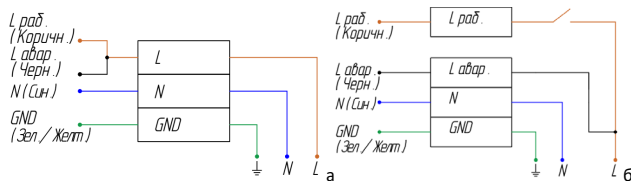

Рисунок 8 — Схема подключения аварийного светильника:
5.3.4. Если предполагается включать и выключать светильник в рабочем режиме, присоедините фазный рабочий провод (Лраб.) к клемме Лраб. через выключатель (см. рисунок 8б). В данном случае возможно включение/отключение рабочего освещения через выключатель. В случае возникновения аварийного отключения электроэнергии светильник автоматически перейдет в аварийный режим при любом положении выключателя.
5.4.6. Если предполагается включать и выключать светильник в рабочем режиме, присоедините фазный рабочий провод (Лраб.) к клемме Лраб. через выключатель (см. рис. 8б). В данном случае возможно включение/отключение рабочего освещения через выключатель. В случае возникновения аварийного отключения электроэнергии светильник автоматически перейдет в аварийный режим при любом положении выключателя.